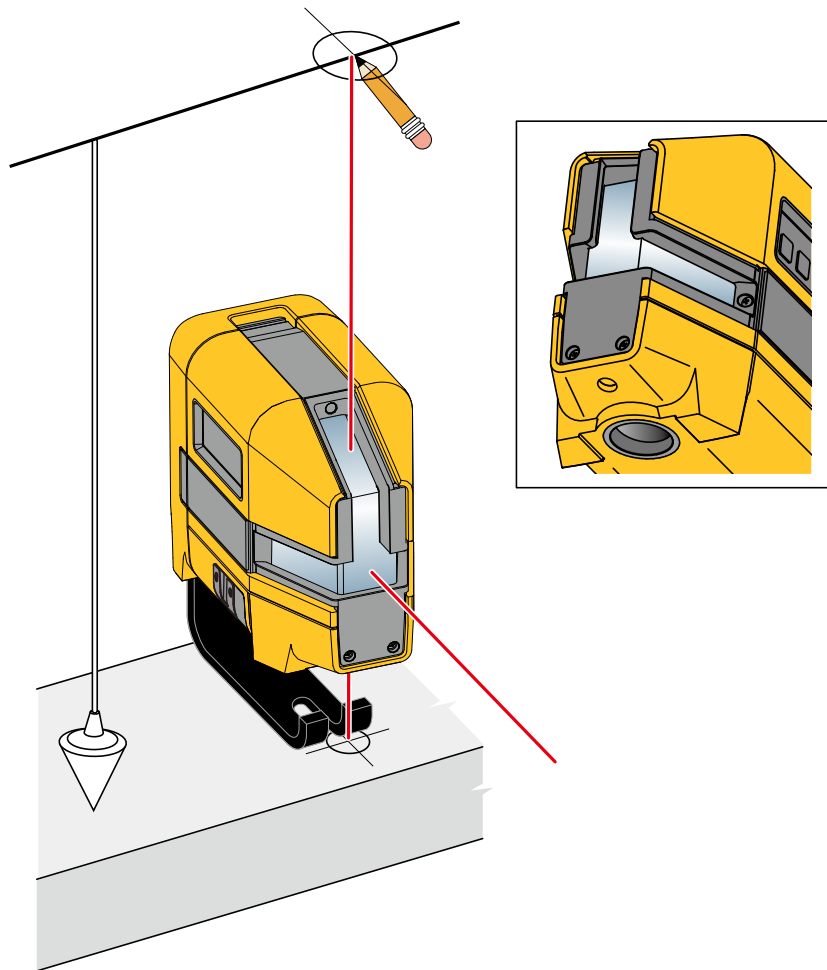

Figura 5. Nuevas marcas de plomada
2. Centre el láser en la marca. Consulte la Figura 5.